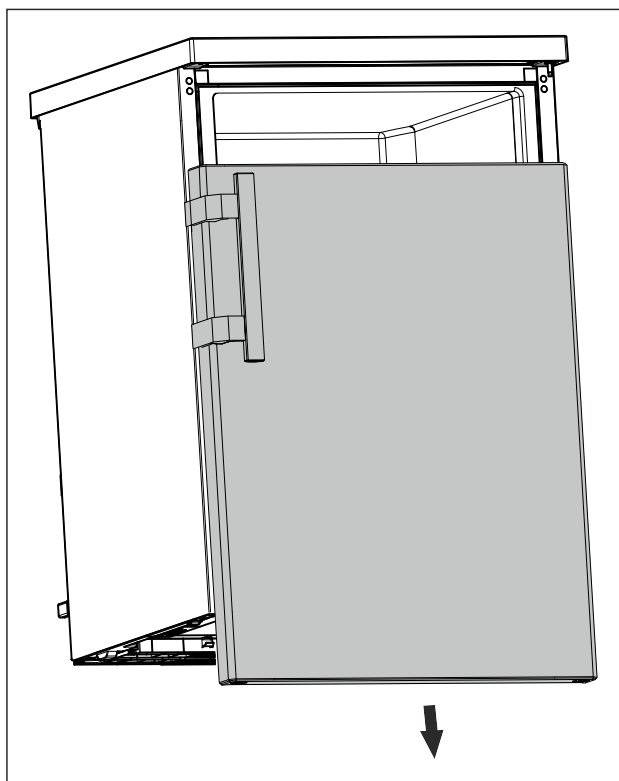

Fig. 12
- ▶ Retirer la porte vers le bas. (voir Fig. 12)